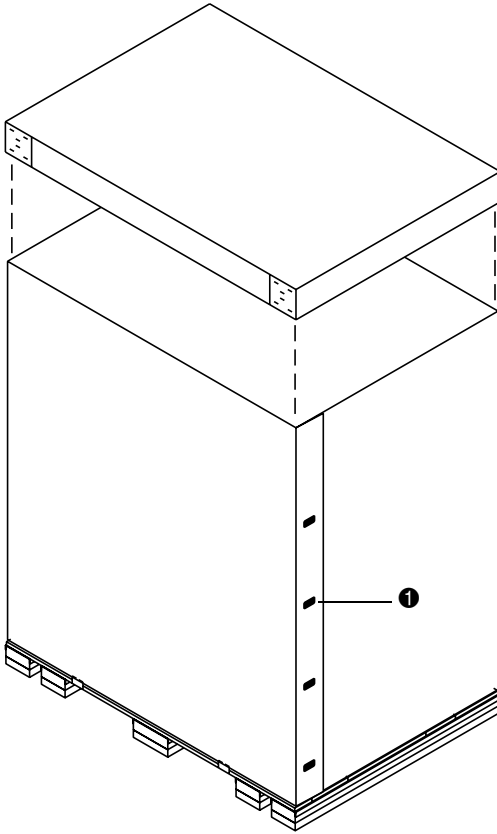

図4-3: 上蓋の取り外し
4. 上蓋をまっすぐ上に持ち上げて、梱包箱から外します(図4-3を参照)。
5. 梱包箱の対角になる2つの辺にある8つの固定用クリップを引いてオープン位置にします(①図4-3)。